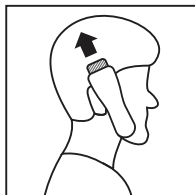

Figura 5
•Mudar para os pentes para 10-12mm para cortar os cabelos do alto da cabeça (Figura 5).